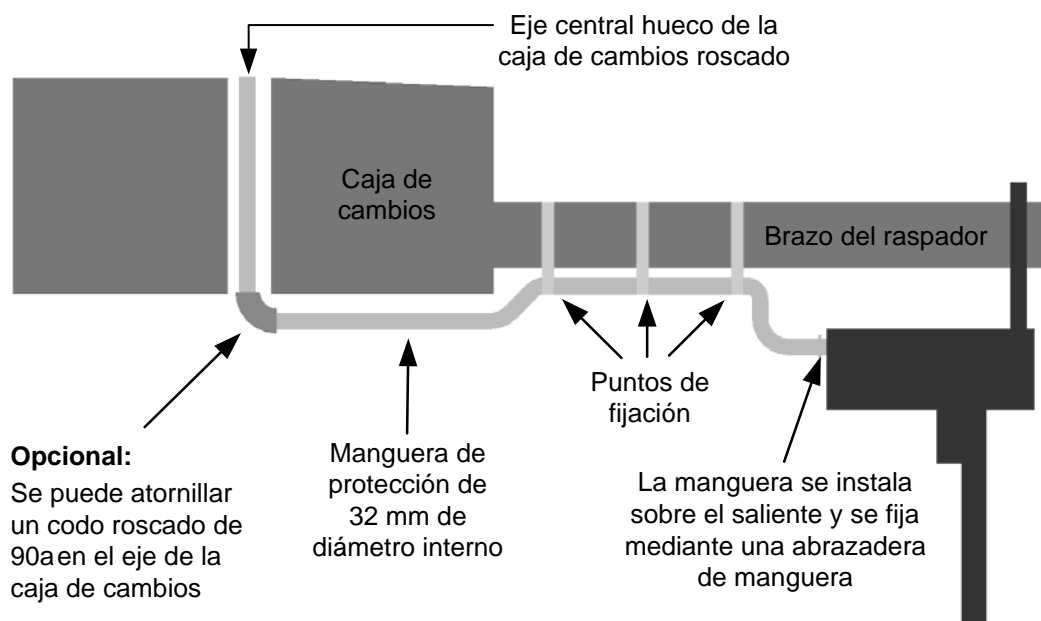

Figure 21: Instalación del cable con espacio suficiente
- Tiras de metal para soldar o atornillar, según resulte apropiado, para proporcionar puntos de fijación para la manguera de goma y el cable. En la Figure 21 se sugiere información detallada.